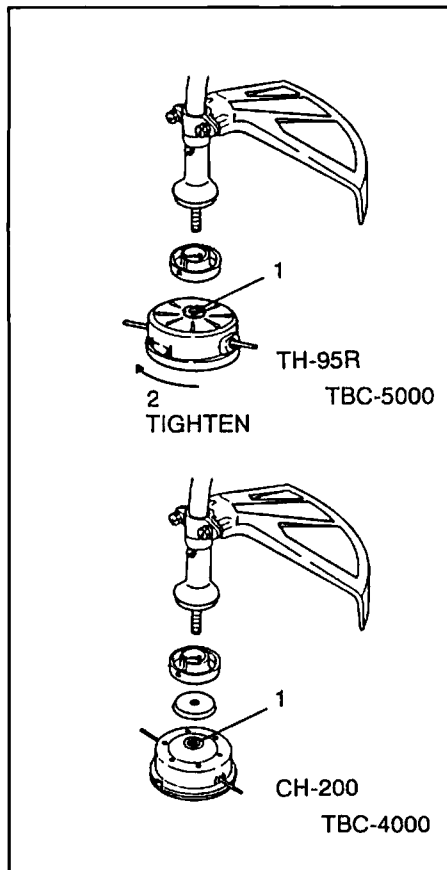

Fig. 1-9
La cubierta de seguridad debe instalarse contra la parte superior de la caja de engrajes. (Fig.1-9)
Skyddsskåpan måste monteras på den plats som ligger mot växellådans övre del. (Fig. 1-9)
(En) Installation of cutting equipment (Fig.1-9, 10, 11)
The nylon head adapter nut (1) is right hand threaded. (Fig. 1-9,10)
(Fr) Installation de l'unité de la coupe (Fig. 1-9, 10, 11)
L'écrou adaptateur de la tête de nylon (1) a le filet à droite. (Fig. 1-9,10)
(It) Montaggio del gruppo di taglio (Fig. 1-9, 10, 11)
Il raccordo filettato della testina (1) è a filetto destro. (Fig. 1-9,10)
(Ge) Montage des Schneidaggregats (Fig. 1-9, 10, 11)
Die Adaptermutter (1) des Nylonkopfs hat ein rechtsgängiges Gewinde (Fig. 1-9,10)
(Sp) Montaje de la unidad de corte (Fig. 1-9, 10, 11)
La tuerca adaptadora del cabezal de nylon (1) tiene rosca derecha. (Fig. 1-9,10)
(Sw) Montering av skärutrustning (Fig. 1-9, 10, 11)
Spännmuttern (1) för klipphuvudet av nylon är en högergångad mutter. (Fig. 1-9,10)